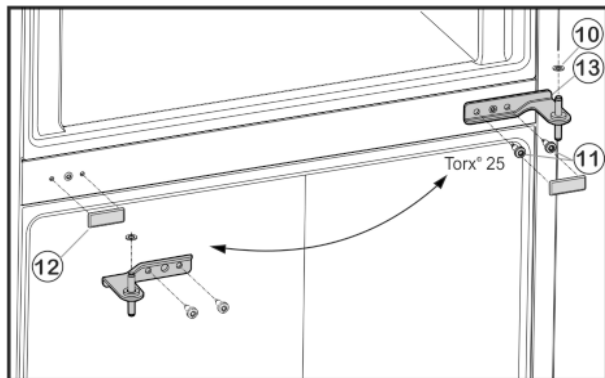

Fig. 5
- Befestigungsschrauben Fig. 5 (11) abschrauben (2 mal Torx® 25) und Lagerbock Mitte aus der unteren Tür herausziehen.
- Kunststoffscheibe Fig. 5 (10) abnehmen.
- Abdeckung Fig. 5 (12) vorsichtig abziehen.
- Abdeckung Fig. 5 (12) auf der Gegenseite wieder aufsetzen.
- Lagerbock Mitte Fig. 5 (13) um 180° gedreht in die untere Tür einsetzen und mit Befestigungsschrauben Fig. 5 (11) (2 mal Torx® 25) auf die neue Scharnierseite **fest (mit 4 Nm)** anschrauben.
- Kunststoffscheibe Fig. 5 (10) wieder aufsetzen.
- Obere Tür auf den Lagerbock Mitte Fig. 5 (13) setzen.